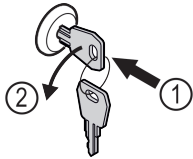

Fig. 123
- Paina avain lukkoon. Fig. 123 (1)
- Kierrä avainta 90° vastapäivään. Fig. 123 (2)